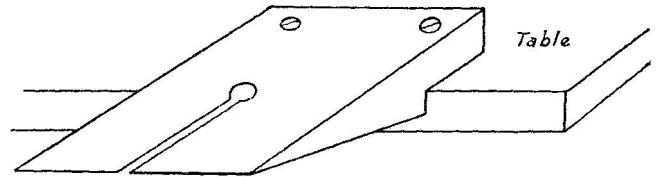

FIG. 2
- tout d'abord une planchette (Fig. 2), qui vous facilitera bien des travaux de découpage délicat. Fixez-la avec un serre-joint ou deux vis sur votre table;